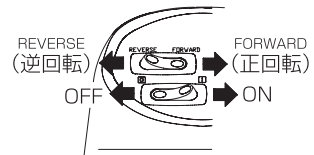

図 1
電源プラグを家庭用コンセント (AC100V) に接続します。(図 1 図 2)
4. 正逆転切替スイッチでモーターハンドピースの回転方向を希望する側に切り替えます。(図 1)
7. モーターハンドピースの回転方向を替える時は、速度調節ツマミを「MIN」の位置にして、電源スイッチを「」「OFF」にし、モーターハンドピースが停止してから正逆転切替スイッチを切り替えて下さい。(図1 図2)
8. 作業の途中で、先端工具を交換するときも同様、速度調節ツマミを「MIN」の位置にし、電源スイッチ「」「OFF」にして下さい。(図1 図2)